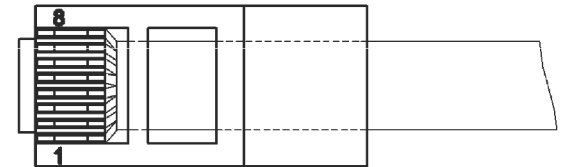

Рис. 3 Обжимка кабеля кат.5е
4. Подключить кабель интерфейса IP-камеры к устройству защиты УЗП-Е («Аппаратура»), кабелем UTP кат.5е (в комплект поставки не входит; обжимка кабеля производится по стандарту TIA/EIA 568В (рис.3)).
5. Подключить кабель линии связи ETHERNET к устройству защиты УЗЛ-Е («Линия»), кабелем UTP кат.5е (в комплект поставки не входит; обжимка кабеля производится по стандарту TIA/EIA 568В (рис.3)).
6. Подать напряжение питания 220В AC на клеммы X1, при этом фазный провод (L) соединить с контактом 1.1, нулевой провод (N) с контактом 2.1, а провод заземления соединить с любым свободным контактом шины заземления (Ш1).